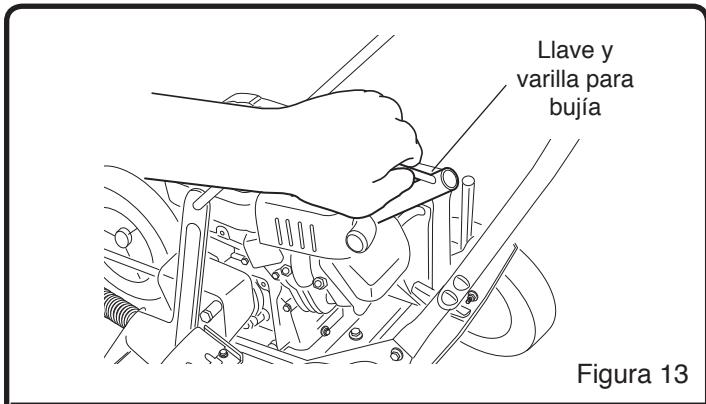

Figura 13
(Véase la Figura 13)
7. Reinsertar la bujía y apretarla con la llave y varilla para bujías. (Véase la Figura 13)